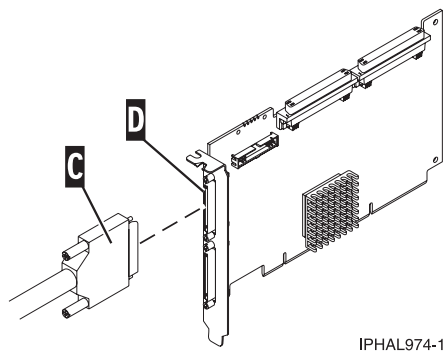

Figure 21. Câble SCSI relié à une carte SCSI
Connectez l'autre extrémité du câble SCSI (C) à la carte SCSI (D) sur le serveur. Pour plus d'informations, voir figure 21.